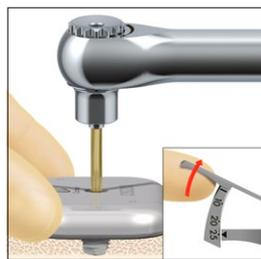

Fig. 22 : Serrage manuel à 25 Ncm
9. Continuez à serrer jusqu'à atteindre un couple de 25 Ncm à l'aide de l'embout tournevis UniGrip et de la clé multiple avec adaptateur ISO, tout en maintenant le vibreur avec les doigts (*Fig. 22*).